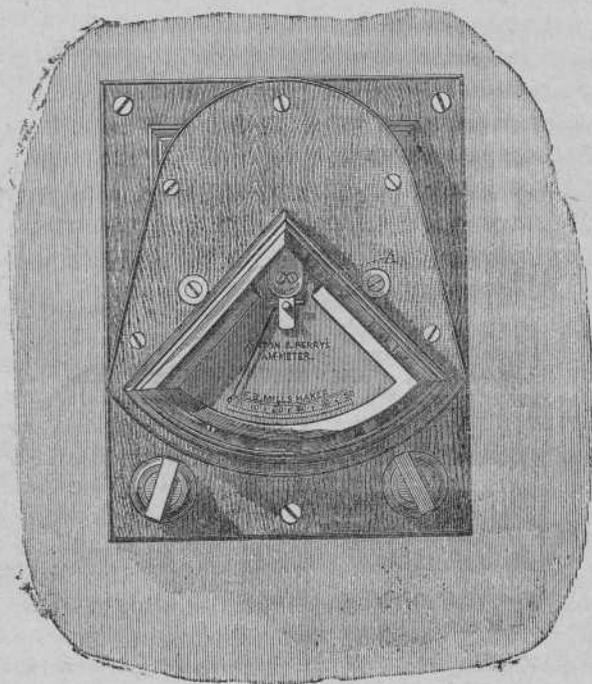

Fig. 2.—Amperómetro y voltmetro de resorte, por Ayrton y Perry.
**Fig. 2.**—La figura 2 representa un amperómetro ó un voltmetro de resorte. El eje de la aguja de hierro dulce, cuando no funciona el aparato, debe formar un cierto ángulo con el eje del carrete. Los inventores han determinado cuál es el valor más conveniente de este ángulo para obtener desviaciones proporcionales, en cuanto cabe, á las corrientes que por el aparato circulen. Parece que puede conseguirse esta proporcionalidad desde 0 hasta los 45 grados de desviación.